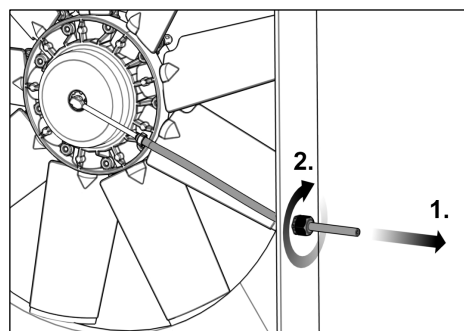

Fig. 31
- 24) Tensionați furtunul de aer comprimat (consultați Fig. 31 pasul 1) astfel încât ansamblul de admisie a aerului să se poată roti puțin (max. 15°).
- 25) Fixați furtunul de aer comprimat utilizând manșonul de detensionare (consultați Fig. 31 pasul 2).